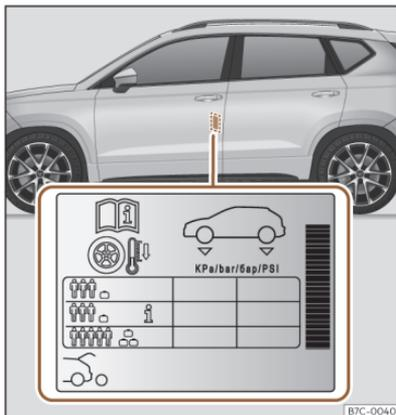

Fig. 202 Emplacement de l'autocollant de gonflage des pneus.
- Adaptez la pression des pneus en fonction de la charge transportée par le véhicule >>> fig. 202.
Les valeurs de pression de gonflage figurent sur l'autocollant situé sur la face arrière du cadre de la portière avant gauche >>> fig. 202.
Adaptez la pression de gonflage des pneus à la charge du véhicule. Si le véhicule est chargé au maximum, vous devez augmenter la pression de gonflage jusqu'à la valeur maximale de charge indiquée sur l'autocollant >>> fig. 202.
Dans le cas de la roue de secours de taille réduite (125/70 R16 ou 125/70 R18), la gonfler à une pression de 4,2 bar comme indiqué sur l'autocollant de pression des pneus >>> fig. 202.
Il est possible d'adapter la pression de gonflage des pneus sous charge moyenne en fonction du véhicule afin d'améliorer le confort de conduite (pression de gonflage **i** >>> fig. 202). Lorsque vous roulez avec une pression de gonflage de confort, la consommation de carburant peut légèrement augmenter.
- Le conducteur est responsable de la pression correcte de tous les pneus de son véhicule. La pression de gonflage recommandée est indiquée sur un autocollant >>> **fig. 202**.
- Avec les pneus à froid, la pression devra toujours être celle indiquée sur l'autocollant >>> **fig. 202**.